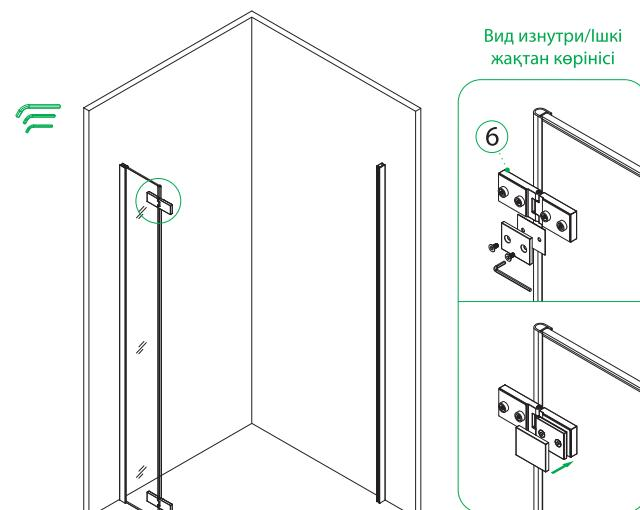

Рис. 9/9-сур.
5. Установите дверные петли (№6, рис. 9).